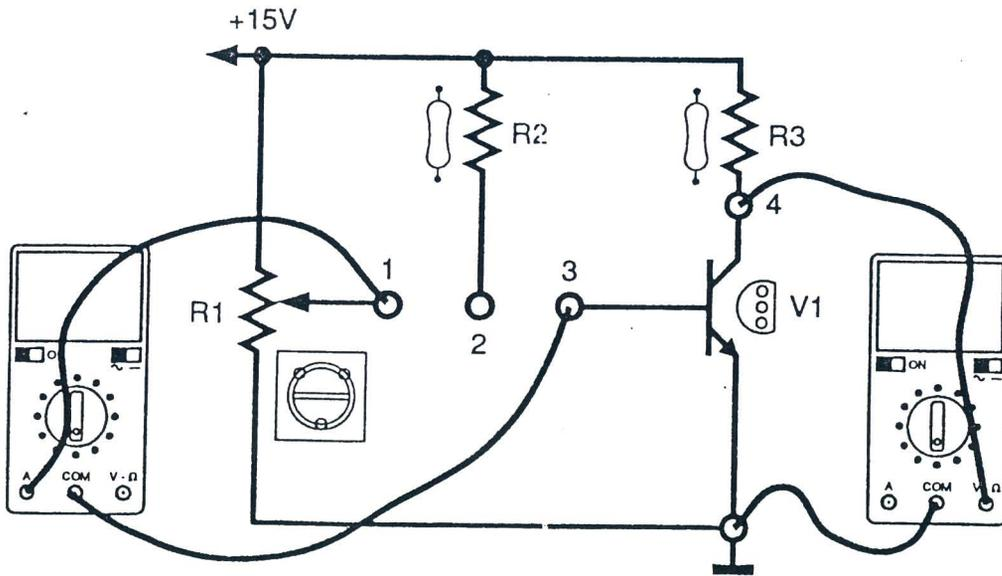

Fig. 4.2b
15. Reemplazar la resistencia R2 por la R1, conectando el circuito y el multímetro como en la Fig. 4.2b;